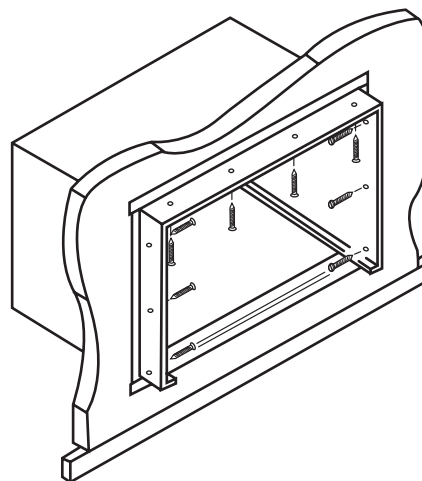

Fig. 27 - Vissage du boîtier au cadre
15. Le boîtier a aussi des trous (4 de chaque côté, et 4 sur le dessus) pour accueillir les vis qui le fixeront au cadre. Lorsque le boîtier est dans sa position définitive, percer les trous dans le cadre en utilisant ces trous comme guide. Visser ensuite le boîtier au cadre avec des vis fournies sur place. Voir Fig. 27.